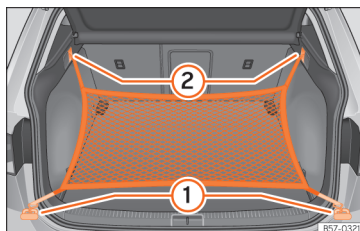

Abb. 123 Im Gepäckraum: Ösen (1) und Haken (2) zum Einhängen des Gepäckraumnetzes.
- Hängen Sie die kurzen Haken des Netzes in die Verzurrrösen » Abb. 123 (1) » Δ ein. Der Reißverschluss des Gepäckraumnetzes muss dabei nach oben zeigen.
- Befestigen Sie die Spanngurte in den Taschenhaken (2).